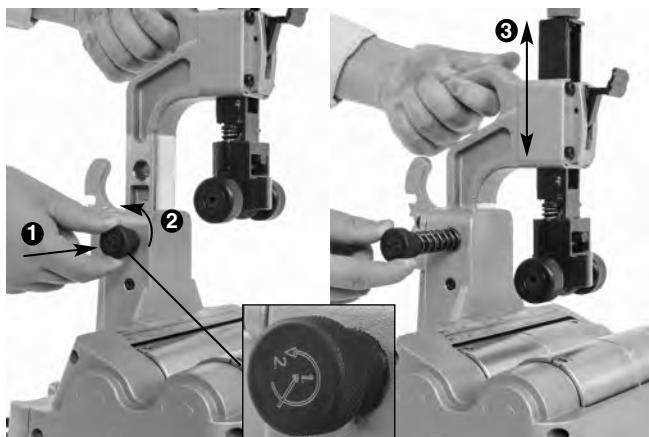

Figure 6 – Réglage rapide de diamètre
1. Tenez la poignée de l'appareil d'une main, puis délogez la broche en appuyant légèrement sur sa molette ① tout en la tournant légèrement à gauche ②. Puisque la broche est sous ressort, il faudra la retenir (*Figure 6*).
2. Utilisez la poignée pour repositionner la tête de coupe à la position voulue ③.